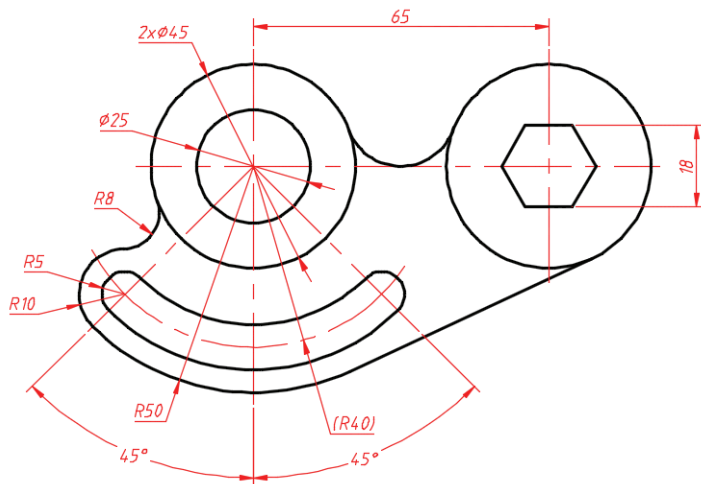

图 15-157 绘制平面图练习
- (5) 上机练习: 绘制图 15-157 所示的平面图。